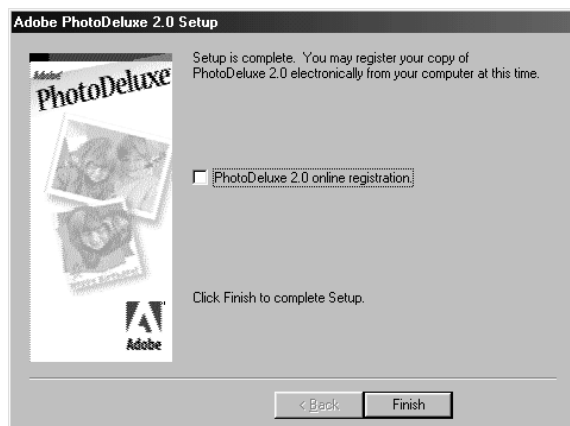

Figura 22: Installazione di Adobe PhotoDeluxe 2.0
11. Fare clic su 'Next'. Apparirà una finestra come quella riportata in figura 22.
12. Disattivare l'opzione per registrare PhotoDeluxe in linea (vedere la figura 22). Fare clic su 'Finish' per completare l'installazione.